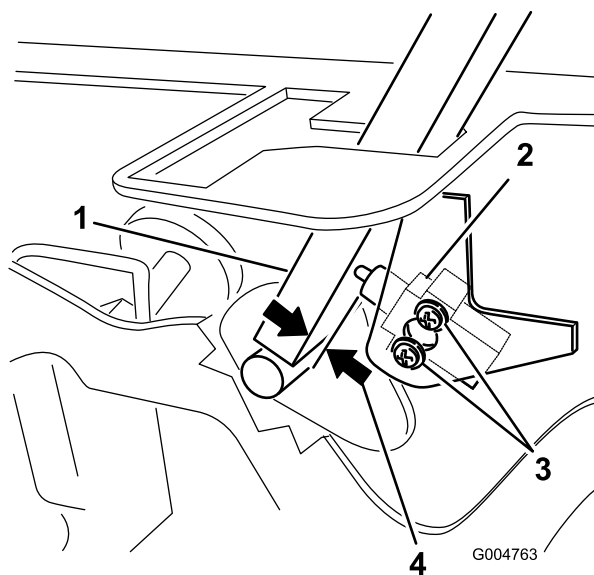

Figure 51
3. Desserrez les 2 vis de fixation du contacteur de sécurité (Figure 51).
4. Maintenez le levier de commande contre le cadre et rapprochez le contacteur du levier jusqu'à ce qu'ils soient espacés de 0,4 à 1 mm, comme montré à la Figure 51.